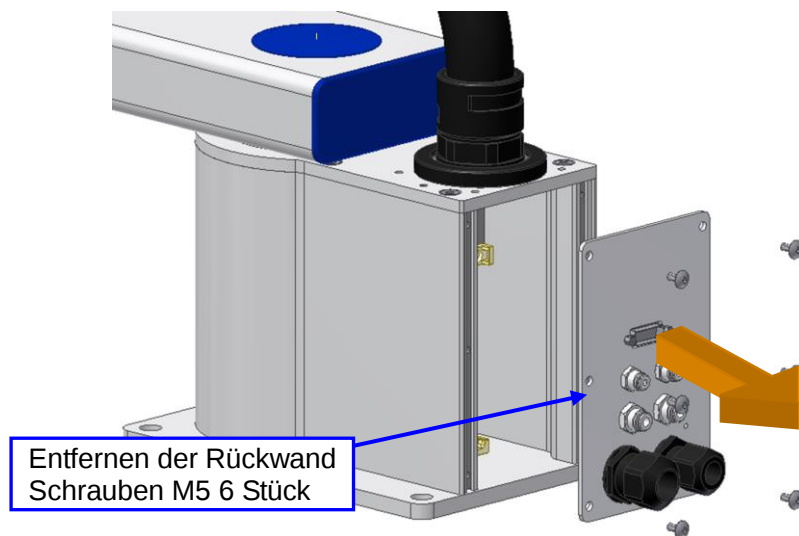

Bild 5-1 Entfernen der Rückwand
- (1) Netzspannung ausschalten.
- (2) Entfernen Sie die Rückwand. (Siehe Bild 5-1)